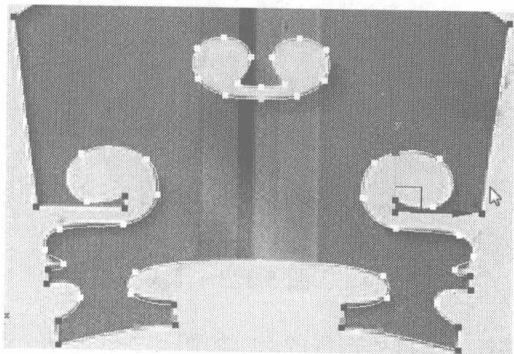
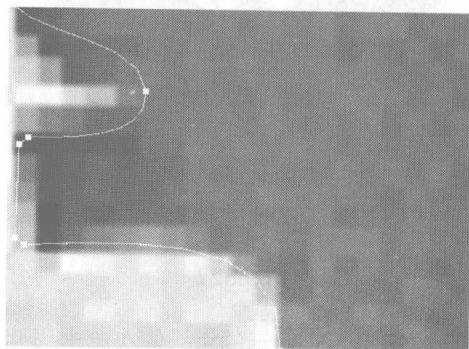

图 5.330
图 5.331
- 05 为了使琴桥更加真实准确，我们在每个尖角的地方增加一个倒角。选择如图 5.330 所示的点，在 **Chamfer** 右边的复选框中设置参数为 4.0，倒角结果如图 5.331 所示。